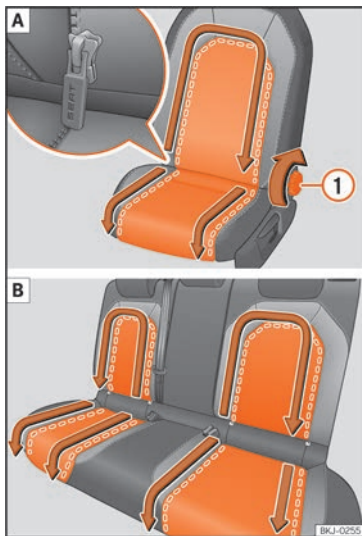

Abb. 114 Abnehmbare Schonbezüge ausbauen. **A** Sitz vorn links; **B** Sitze hinten
- Kippen Sie die Rückenlehne zurück, bis der Schiebergriff des Reißverschlusses vollständig zugänglich ist »» **Abb. 114** ①¹⁾.
- Schieben Sie die Schiebergriffe des Reißverschlusses in Richtung der Pfeile »» **Abb. 114**. Der auswechselbare Schonbezug liegt nun frei.
- Schieben Sie die Schiebergriffe des Reißverschlusses entgegen der Pfeilrichtung »» **Abb. 114**.